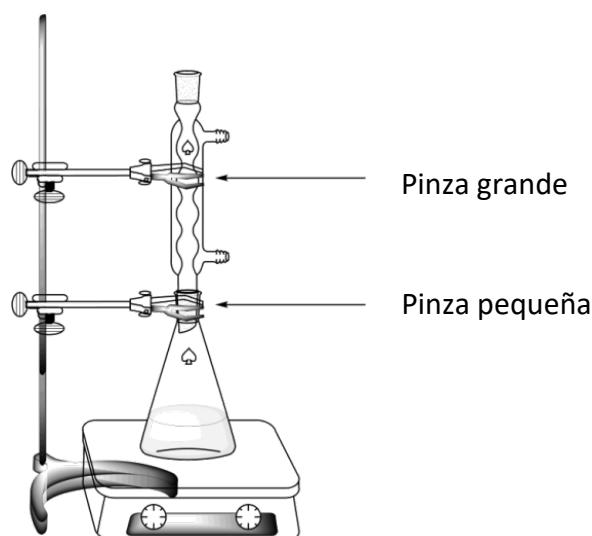

Figura 1. Esquema para el calentamiento de la mezcla de reacción bajo reflujo.
- Sujete** con la pinza grande el condensador de reflujo con la rigidez conveniente, y ajuste las juntas esmeriladas (véase la Figura 1). **Levante y muestre** su tarjeta de HELP. Un asistente de laboratorio vendrá para abrir el agua y encender la placa calefactora.
2. **Realice** la recristalización del producto de reacción contenido en el matraz Erlenmeyer de boca esmerilada de 50 mL con la cantidad **apropiada** de la mezcla agua/etanol, usando el mismo esquema de calentamiento a reflujo mostrado en la Figura 1 (véase Figura 1). **Levante y muestre** su tarjeta de HELP. Un asistente de laboratorio vendrá y abrirá la llave del agua y pondrá la placa calefactora. **Añada** si es necesario, más disolvente agua/etanol por la parte de arriba del condensador de reflujo.